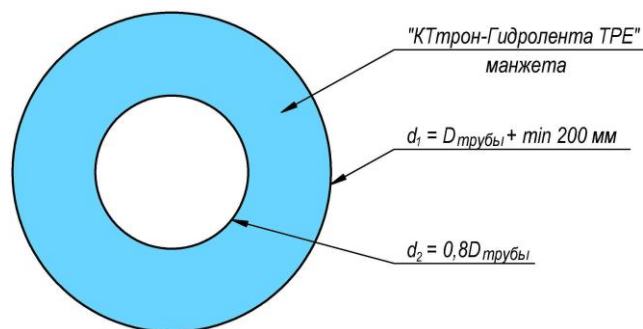

Рис. 1
- Выкроить в манжете отверстие диаметром меньше внешнего диаметра трубы на 20 % (Рис. 1).